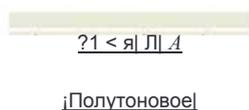

Рис. 8
13. На экране появиться проволочная модель параллелепипеда (каркас) (см. рис.8).
14. На панели управления выбрать ЛКМ кнопку «**Полутоновое**» (Рис.8);